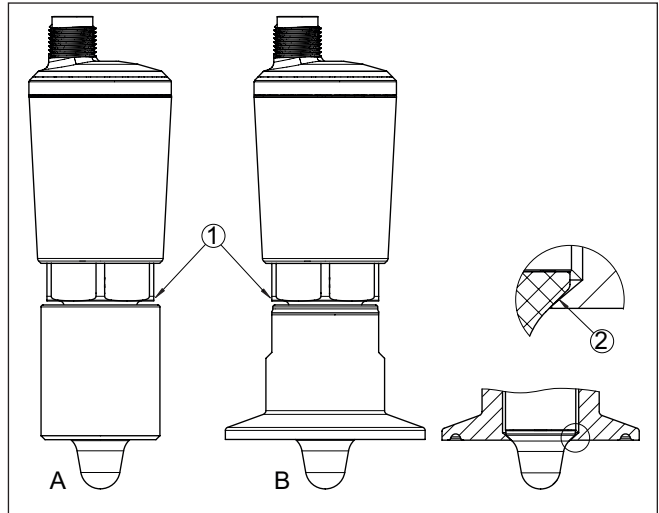

Fig. 4: VEGAPOINT 11, 21, 31 en versión higiénica
Por eso es imprescindible respetar el par de apriete prescrito. De este modo queda una pequeña ranura (1) debajo del hexágono. [Fig. 4].